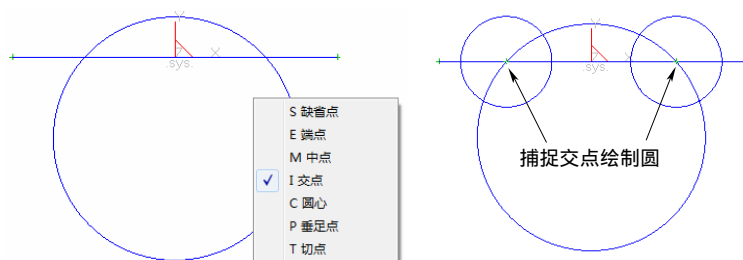

图 8-4 绘制圆
3) 选择下拉菜单“造型”→“曲线生成”→“圆”命令,或者单击“曲线生成”工具栏上的“圆”按钮,选取“圆心_半径”画圆方式,按空格键,弹出“点工具”菜单,选择“交点”方式,捕捉图 8-4 所示的交点,绘制两个半径为 12mm 的圆。